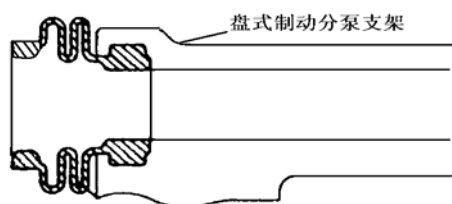

图 3—25
(1) 拆下2片带消音垫的制动片。
(2) 从每块片上拆下1号和2号消音垫片。
7) 拆卸后盘滑动销防尘套。从后盘式制动分泵支架上拆下2个防尘套，如图3—25所示。